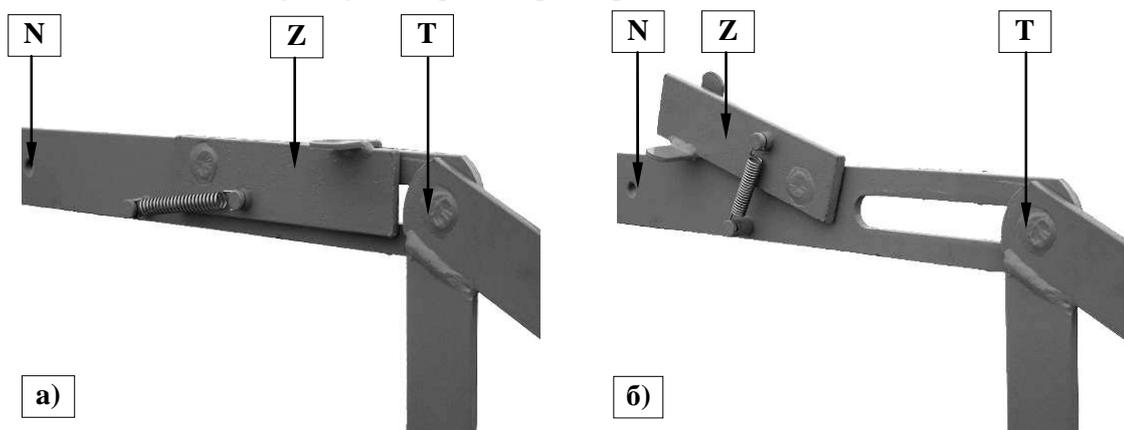

Рис. 22. Установка защелки „Z” в положение: а) транспортное, б) рабочее
- установки щеколды **Z** (**Рис. 22**) в транспортное положение.
- повернуть защелку „Z” (Рис. 22б) вверх, в положение позволяющее передвижение стержня „Т” в продолговатом отверстии соединительной тяги „N”. Это позволяет свободно копировать рельеф местности;